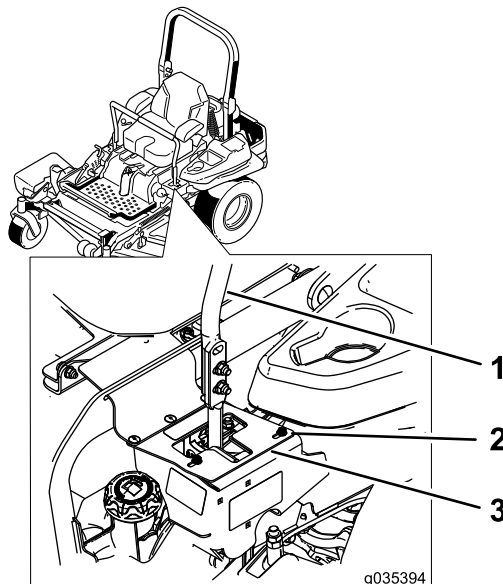

Figura 68
ranhura T esquerda até a máquina ficar a direito (**Figura 68**).
- Se virar para a esquerda, desaperte os parafusos e ajuste a placa do batente direito para a ranhura T direita até a máquina ficar a direito (**Figura 68**).
- Aperte a placa do batente (**Figura 68**).